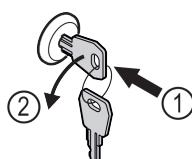

Fig. 182
- Uvucite ključ. Fig. 182 (1)
- Okrenite ključ za 90° nalijevo. Fig. 182 (2)